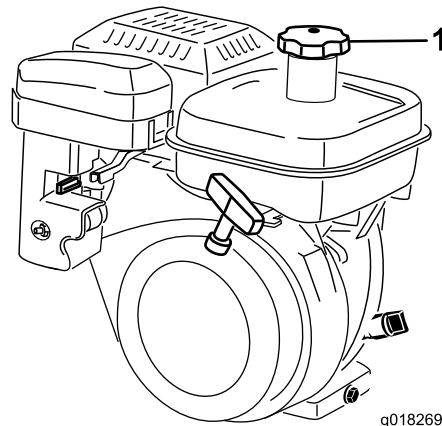

图25
1. 清理燃油箱盖附近的区域从油箱上取下盖子图25。油箱加油时油位不得超过滤网的底部。